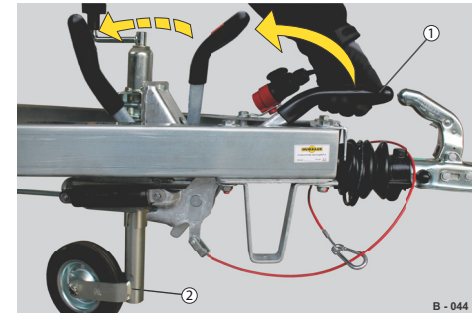

Abb. 89 Feststellbremse anziehen
- ▶ Stützrad (Abb. 89/2) bis zum Untergrund herunterschieben.
- ▶ Handbremshebel (Abb. 89/1) vollständig hochziehen, dass die Bremse vollständig anzieht.